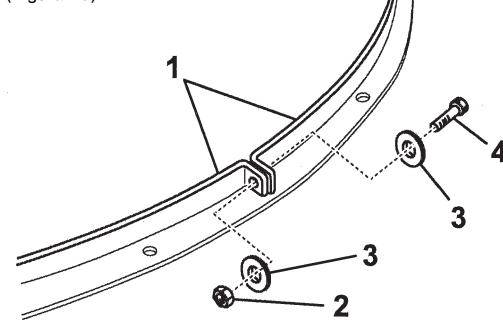

Figura 20
9. Togliete il bullone, le rondelle e il dado che fissano insieme le estremità delle 2 fascie (Figura 20).
13. Collegate le estremità delle 2 fascie intorno al coperchio di riciclaggio come mostrato (Figura 20).
8. Togliete il bullone, la rondella e il dado che fissano insieme le estremità delle 2 fascie (Figura 20).
14. Collegate le estremità delle 2 fascie intorno alla guida di scarico come mostrato in (Figura 20).
15. Allineate i fori nelle estremità delle fascie e fissateli saldamente con il bullone, la rondella e il dado precedentemente rimossi (Figura 20).